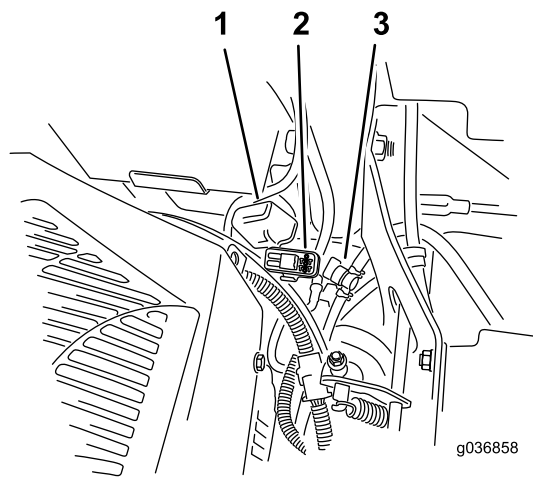

Figura 54
Nota: Per le macchine MyRide, assicuratevi che il cavo di terra non sfregi contro il braccio di trascinamento o l'ammortizzatore inferiore (Figura 54).
I fusibili sono posizionati sulla consolle di destra vicino al sedile (Figura 54).
2. Montate un fusibile nuovo (Figura 54).